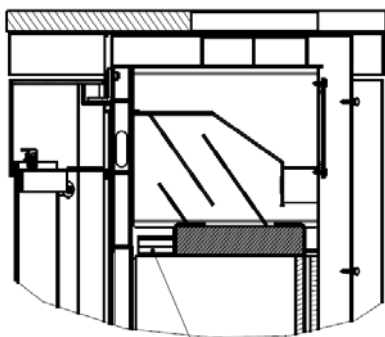

Fig. 6
- Prima di procedere all'accensione rimuovere il materiale di imballaggio del parafiamma sopra il focolare ed eventualmente anche il nastro adesivo del vetro senza lasciare residui (fig. 6).
Un buon utilizzo dell'apparecchio associato ad un'accurata pulizia e manutenzione garantiscono la stabilità dei valori e una lunga durata nel tempo dell'apparecchio. Ciò consente di risparmiare preziose risorse, rispettare l'ambiente ed evitare ulteriori spese. Per procedere alla pulizia tirare in avanti il parafiamma (fig. 6, n° 2). In questo modo è possibile pulire il giro fumi dall'interno o, rimuovendo il tubo di scarico, dall'alto. Al termine dell'operazione di pulizia reinserire il parafiamma (fig. 6) nella posizione iniziale.